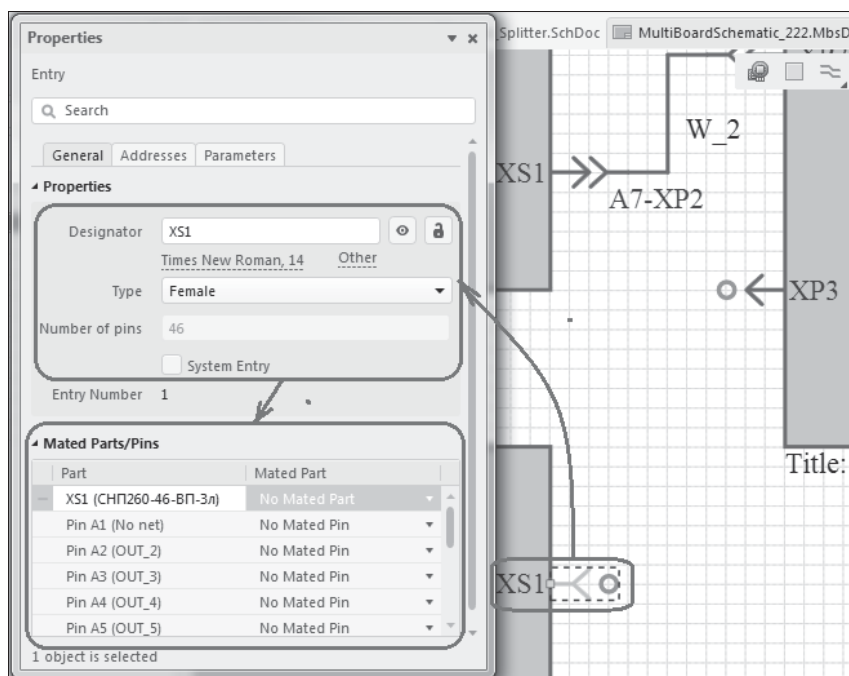

Рис. 9.5. Настройка свойств соединителей и выполнение межмодульных связей
6. По окончании импорта к графическому изображению модулей автоматически присоединяются объекты **Entry** (Вход), отображающие соединители дочерних проектов (рис. 9.5). Операцией перетаскивания (Drag and Drop) объекты **Entry** могут быть перемещены по контуру УГО модуля.